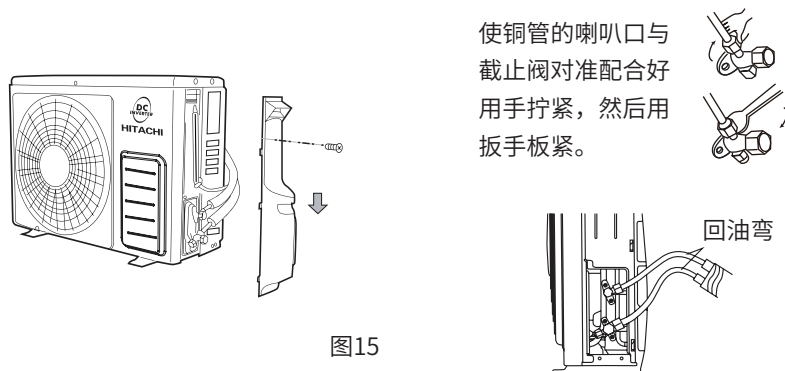

图15
- 将室外机右侧板上边盖拆开，拆开截止阀上的密封帽，在铜管接口处涂少许润滑油；如图15所示用扳手按表8扭矩拧紧纳嘴；
- 当室外机安装位置高于室内机时，必须如图15所示将铜管制一个回油弯。